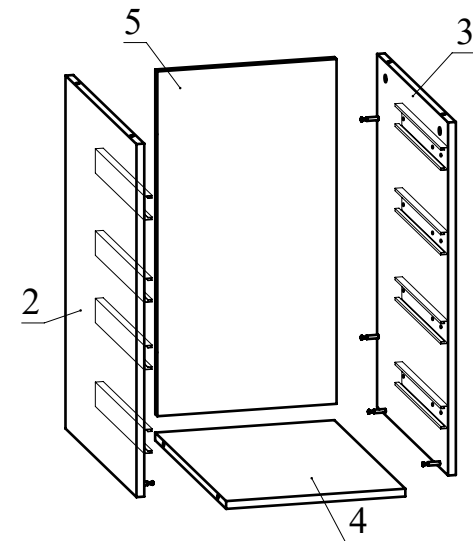

Рис.6
- Соедините детали согласно схеме, затягивая головки минификсов конфирматным ключом (Рис. 6).